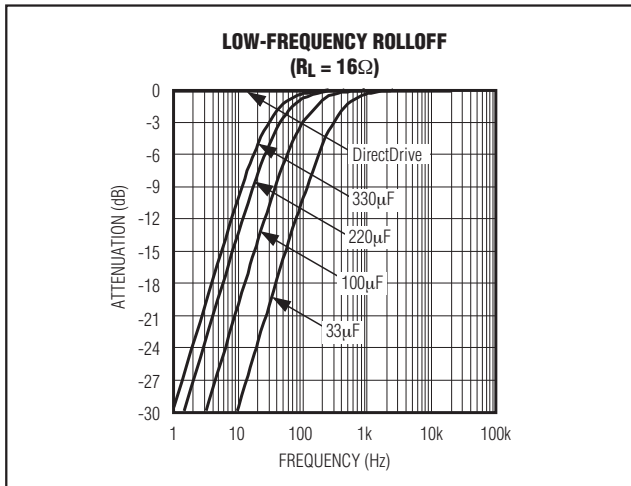

图2. 常用隔直电容的低频衰减
- 传统单电源单端耳机放大器需要使用高通滤波器来将音频信号中的直流成分与耳机隔离。根据所选的-3dB点，该滤波器会衰减音频带内的低频信号。虽然较大容量的 C_{OUT} 电容可以减少这种衰减，但是体积更大，价格昂贵。图2给出了 C_{OUT} 容量与低频衰减的对应关系。注意Vista的幅值响应规范要求耳机插孔的-3dB点为20Hz。对于32Ω的耳机，-3dB点为20Hz时需要330µF的隔直电容(表2)。